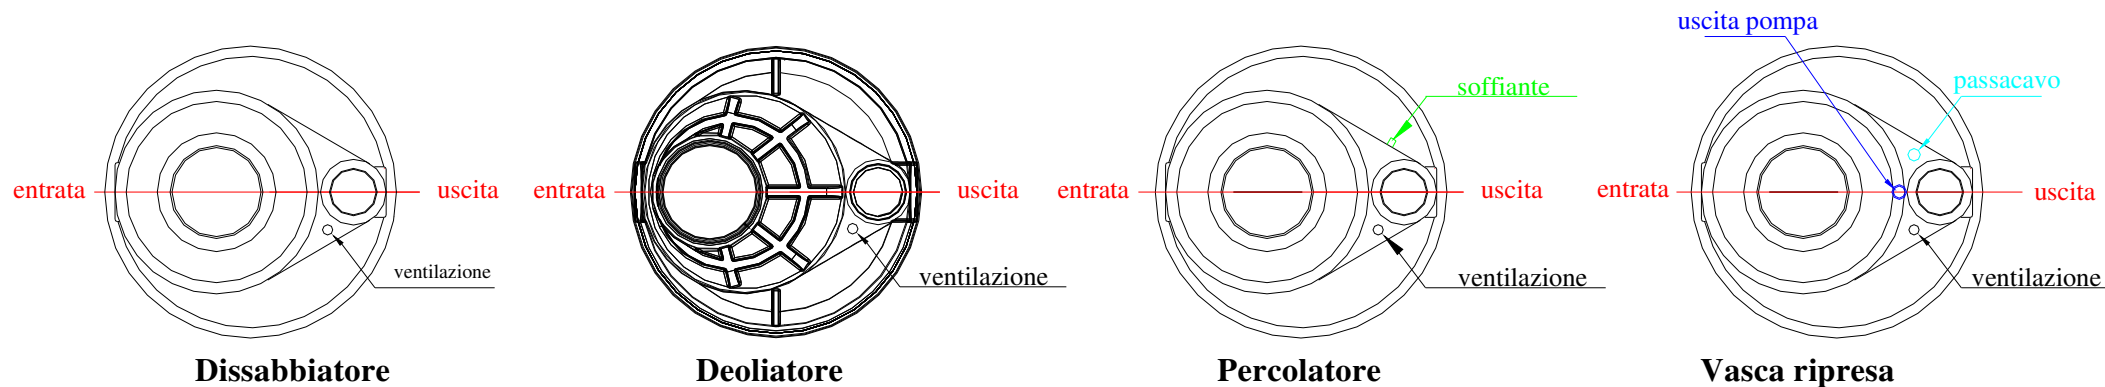

Fig.2 – Posizionamento collegamenti biogas, ossigenazione e pompa sezioni interraste
5.2. Collegamento uscite biogas (ventilazione) (Fig.2)
- il collegamento deve essere effettuato utilizzando fascette di acciaio inox e tubo tipo spring in gomma da 20mm, facendo attenzione che non si schiacci e non si formino strozzature. Il collegamento al depuratore avverrà in corrispondenza del raccordo identificato dalla targhetta o scritta "soffiante" (Fig.2).